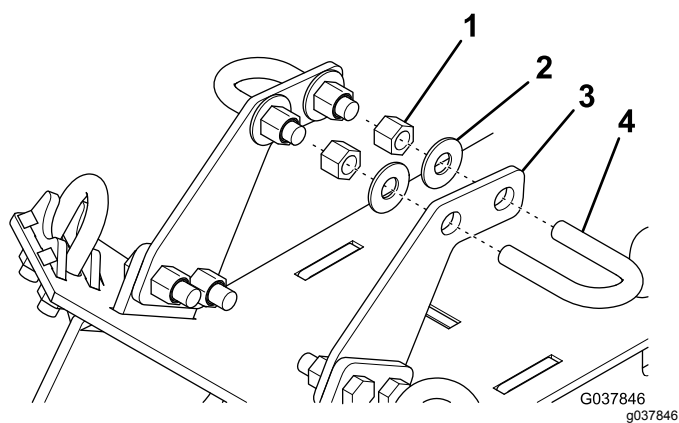

**Figure 2**
9. Fixez les 2 supports avant au soubassement à l'aide de 4 boulons et 8 contre-écrous, puis serrez les boulons à la main (Figure 2).